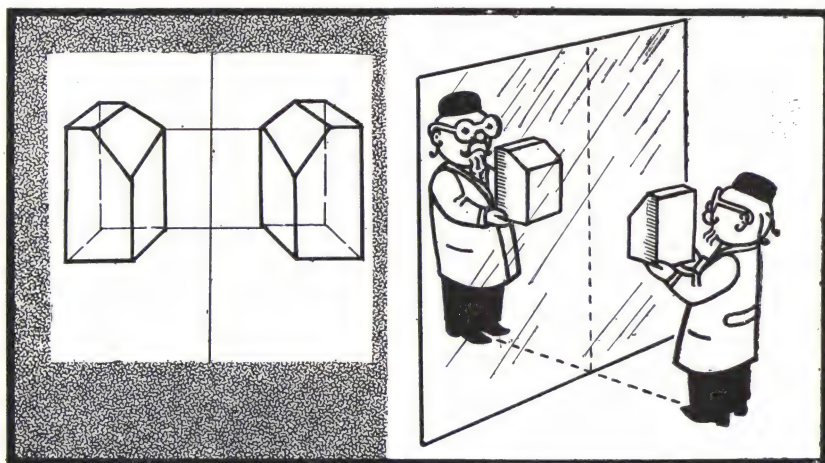

Рис. 2. Плоскость симметрии перпендикулярна плоскости чертежа и делит ее пополам.
Наименьшее количество атомов кристалла, сохраняющее при уменьшении его размеров присущую данному кристаллу симметрию, называется элементарной ячейкой. На цветной таблице у стр. 376 (рис. 2) показана элементарная ячейка кристалла  $\text{NaCl}$ . Ребро ее равно 5,63 Å, расстояние между центрами ионов  $\text{Na}^+$  и  $\text{Cl}^-$  равно 2,815 Å.
**Структура кристалла и закон анизотропии.** Даже в кубической структуре кристалла типа  $\text{NaCl}$ , в которой расстояния между атомами одинаковы по трем направлениям, в других направлениях (кроме этих трех) свойства кристалла сильно отличаются. Происходит это не только потому, что в других направлениях межатомные расстояния другие, но и вследствие иного распределения сил связи между атомами. Возьмем, например, в кристалле  $\text{NaCl}$  направление объемной диагонали. Перпендикулярно ей чередуются плоскости, образующие грани октаэдра (см. рис. 2 на цвет. табл.). Каждая из этих плоскостей состоит только из одного типа ионов: из  $\text{Na}^+$  или из  $\text{Cl}^-$ . Силы притяжения, возникающие между такими плоскостями, в 5 раз больше, чем между плоскостями, параллельными граням куба, в каждой из которых лежат и те и другие ионы: и  $\text{Na}^+$ , и  $\text{Cl}^-$ . Вот почему кристалл  $\text{NaCl}$  гораздо легче расколоть по плоскостям куба, чем по плоскостям октаэдра. Поэтому же и кристаллизуется поваренная соль, образуя кубы. Непонятная на первый взгляд «прихоть» природы оказывается вполне объяснимой!